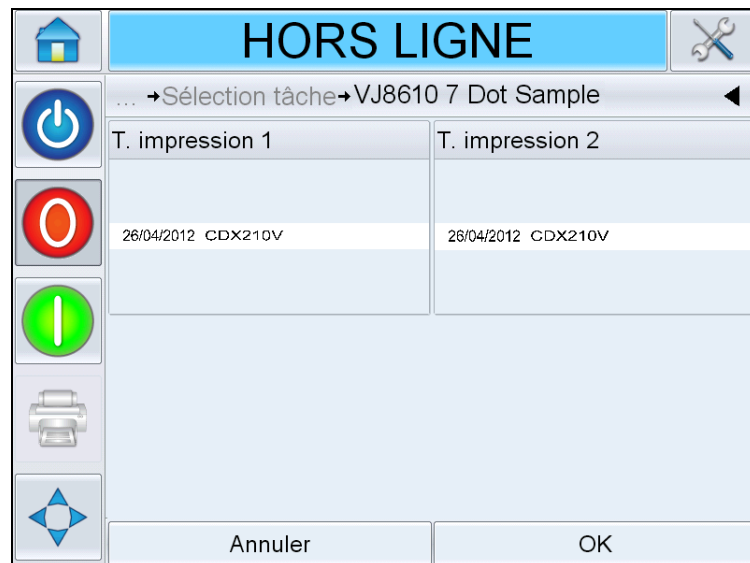

Figure 6-17: Aperçu Sélection tâche
- c. Vous pouvez afficher l'aperçu de la tâche assignée (voir Figure 6-17).